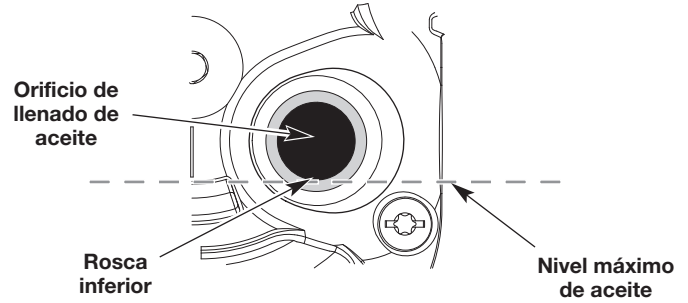

Fig. 13
5. Observe el interior del orificio de llenado de aceite; use una linterna si es necesario. **El nivel de aceite sólo debe tocar la rosca inferior del orificio de llenado de aceite** (Fig. 13). Si el nivel de aceite es demasiado bajo, agregue aceite al orificio de llenado de aceite hasta que el nivel de aceite toque la rosca inferior del orificio de llenado de aceite.